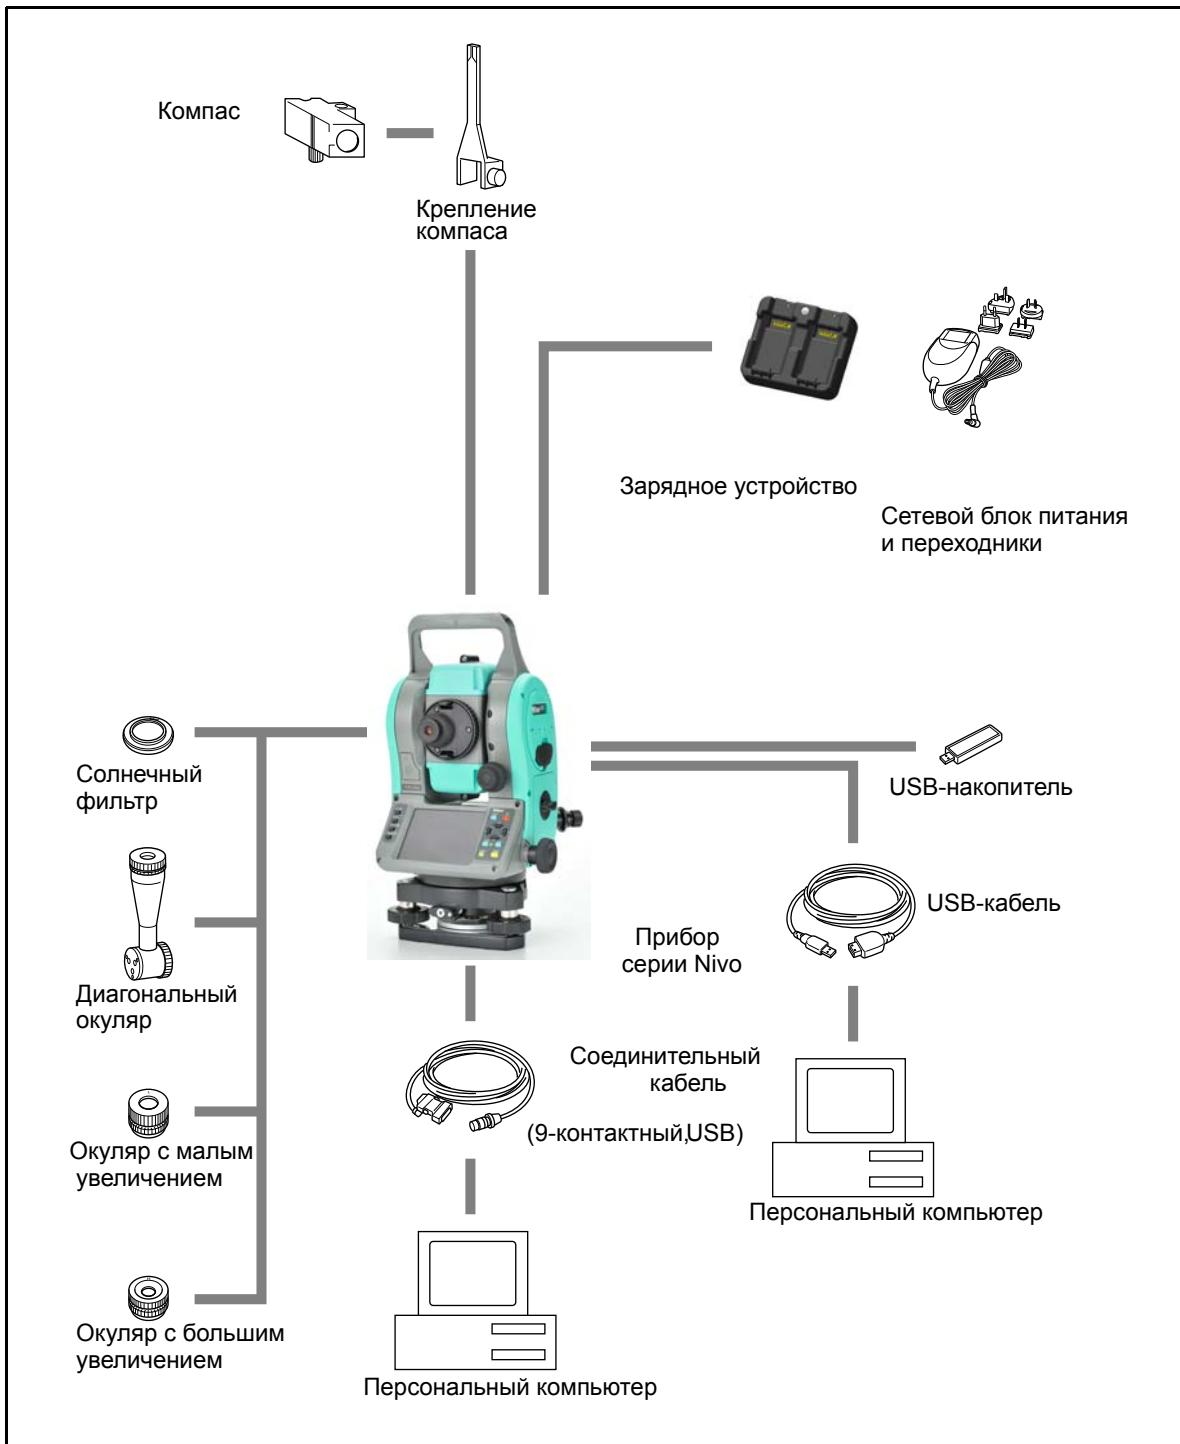

Рисунок 6.1 Компоненты измерительной системы
**ПРЕДОСТЕРЕЖЕНИЕ** – Соединения, не показанные на Рис. 6.1 на стр. 48 являются опасными для соединяемых приборов, используйте их на свой собственный риск.